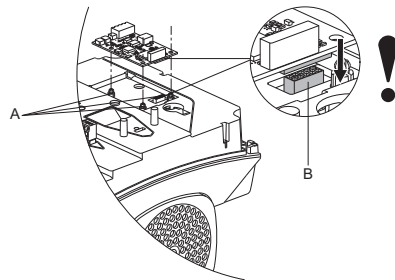

Рис. 66 Установка модуля СИМ
4. Установите новый модуль СИМ, подогнав его по пластмассовым держателям (рис. 66, А) и соединительному разъёму (рис. 66, В). Нажмите на модуль пальцем, чтобы поместить его в гнездо.